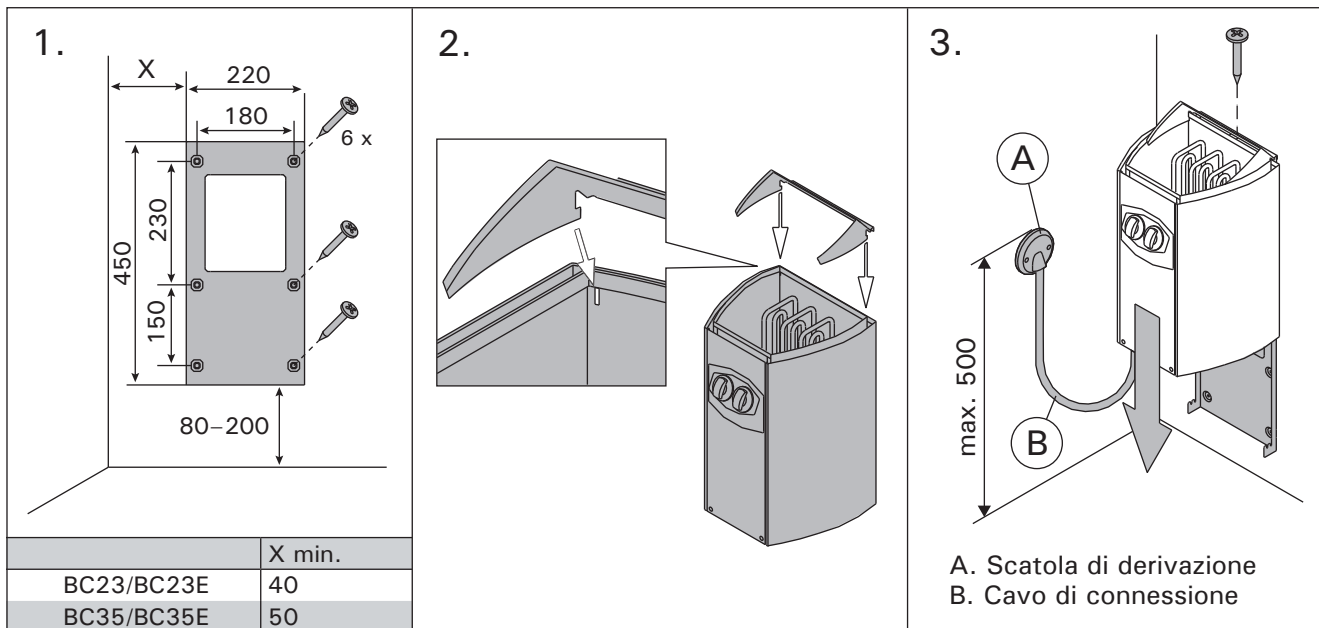

Figura 7. Come fissare la stufa alla parete (tutte le dimensioni sono in millimetri)
Vedere la figura 7.
- La stufa è collegata in modo semifisso alla scatola di derivazione (figura 7: A) posta sulla parete della sauna. La scatola di derivazione deve essere a prova di spruzzo e l'altezza massima dal pavimento non deve superare i 500 mm.
- Il cavo di connessione (figura 7: B) deve essere di gomma, tipo HO7RN-F o equivalente. **NOTA: a causa della scarsa resistenza alle temperature elevate, è vietato utilizzare un cavo con isolamento in PVC come cavo di connessione per la stufa.**